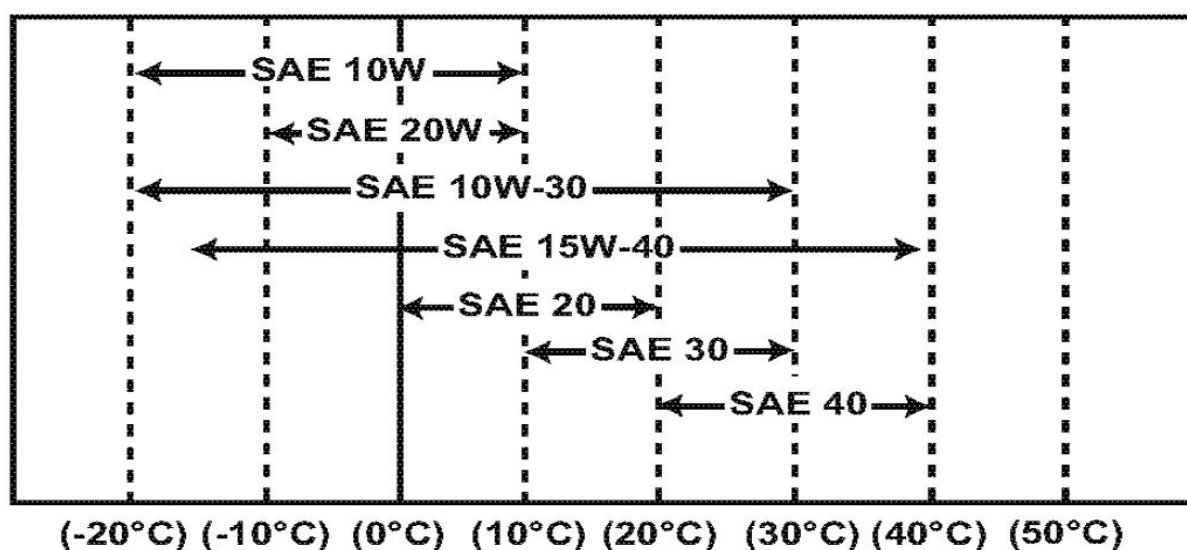

Abb. 5-4: Viskositätstabelle
- Wählen Sie die Ölviskosität entsprechend der Umgebungstemperatur, in welcher der Motor betrieben wird. Siehe SAE-Viskositätstabelle (Abb. 5-4).
Wählen Sie die geeignete Motorölviskosität auf der Grundlage der Umgebungstemperatur und verwenden Sie die SAE-Viskositätstabelle (Abb. 5-4).